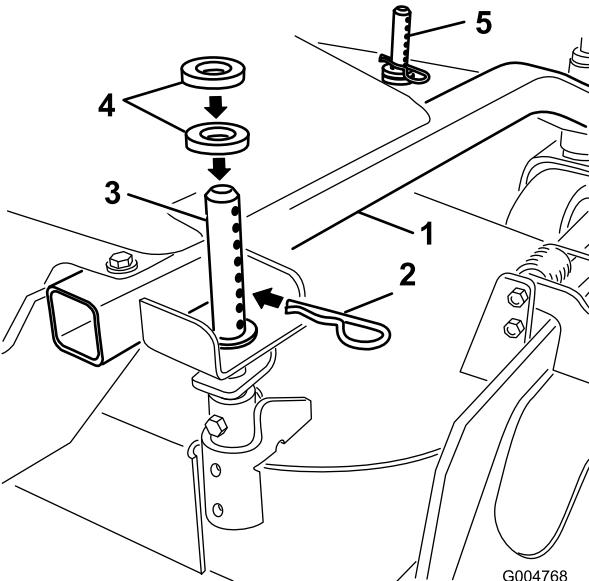

Figura 13
1. Seleccione el taladro en el pilar de ajuste de altura de corte y la cantidad de espaciadores correspondiente a la altura de corte deseada (Figura 13).
2. Con la ayuda del manillar de elevación, levante el lateral de la carcasa y retire el pasador de horquilla (Figura 13).
3. Agregue espaciadores o quítelos de ser necesario y luego alinee los taladros e introduzca el pasador de horquilla (Figura 13).